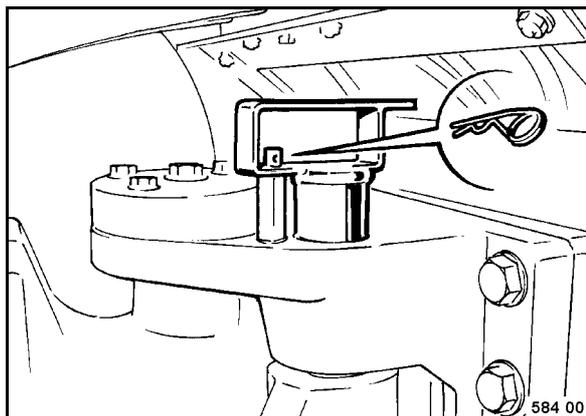

Рис. 123
- После транспортировки снова ослабить стопорный шарнирный рычаг (Рис. 123), установить в держатель и зафиксировать штекером с пружиной.